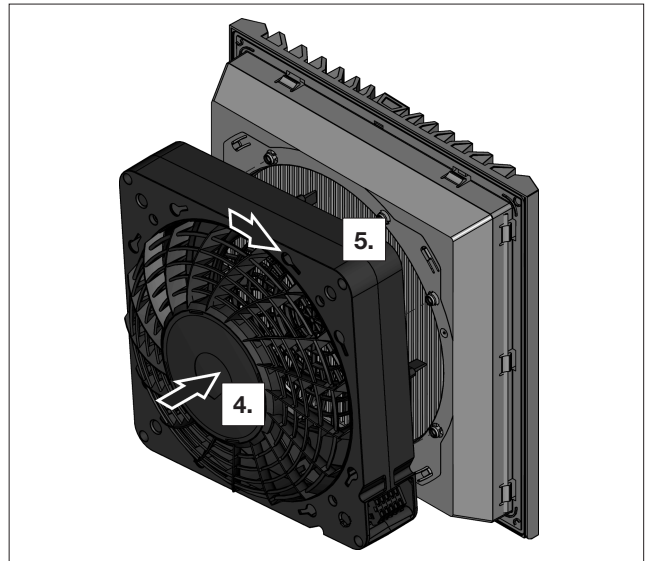

Abb. 9: Verriegelung Bajonett-Verschluss
- Setzen Sie das Lüftergehäuse wieder auf den Filterkasten auf (siehe Abb. 9).